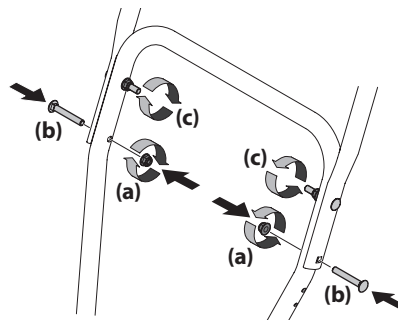
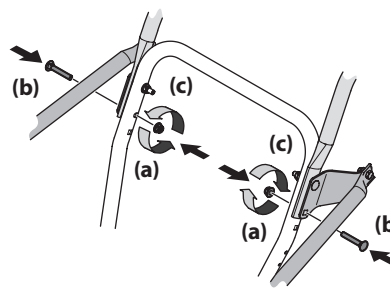

Figura 2-5
Figura 2-6
- Sujete los dos tornillos de carro (b) y las tuercas (a) que se extrajeron en el Paso 2. Termine de sujetar la barra de control, para lo que debe ajustar las dos tuercas superiores (c) que se aflojaron en el Paso 2. Para unidades con soportes laterales. Consulte la Figura 2-5 o la Figura 2-6 para unidades con soportes laterales.